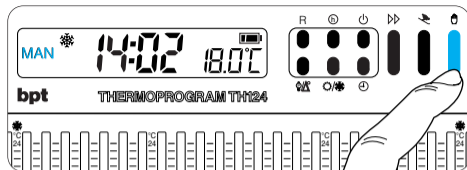

Fig. 24
**8.1** - Per passare dal funzionamento AUTOMATICO a quello MANUALE premere il pulsante  (fig. 24)